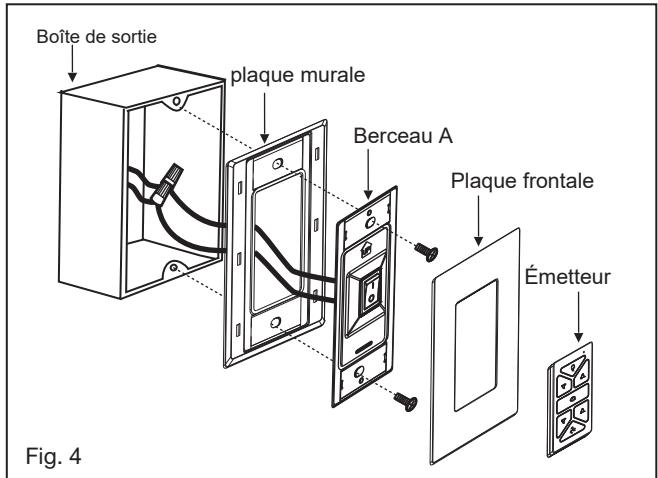

Fig. 4
2. Placez le berceau A dans la plaque murale. (Fig.4)